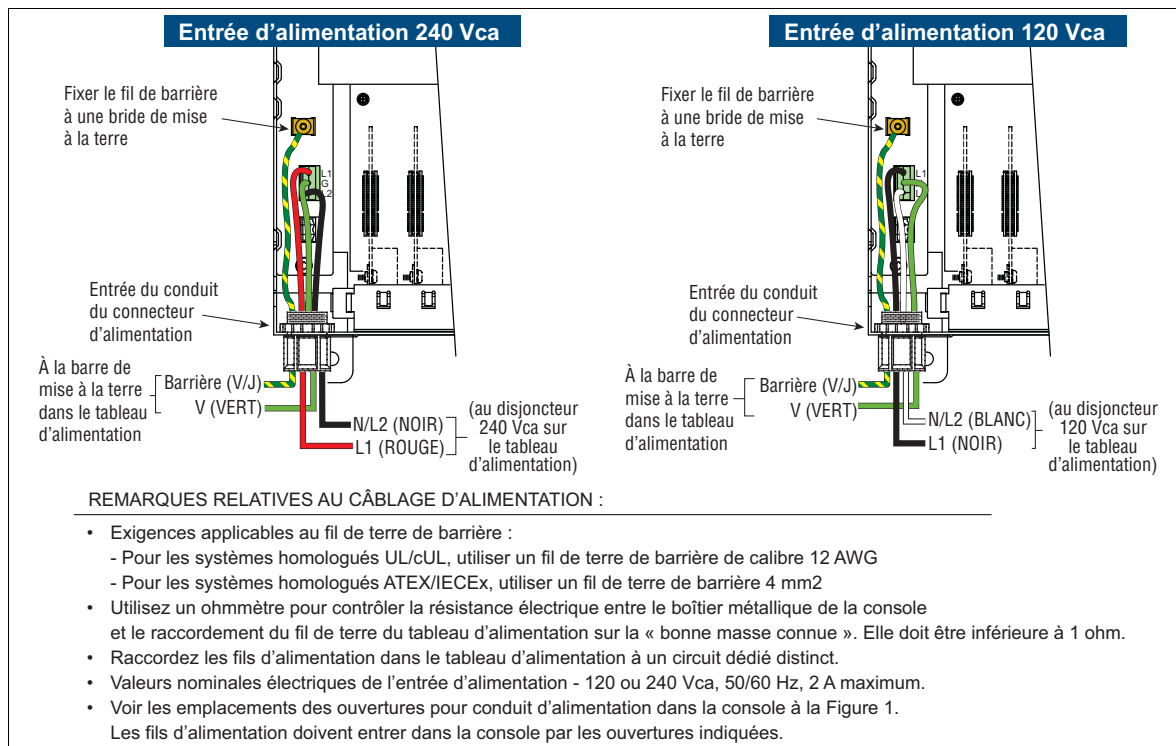

Figure 47. Câblage de l'alimentation CA à la console TLS-450PLUS
5. Connectez les fils d'alimentation d'entrée 120 ou 240 Vca comme illustré à la Figure 47.